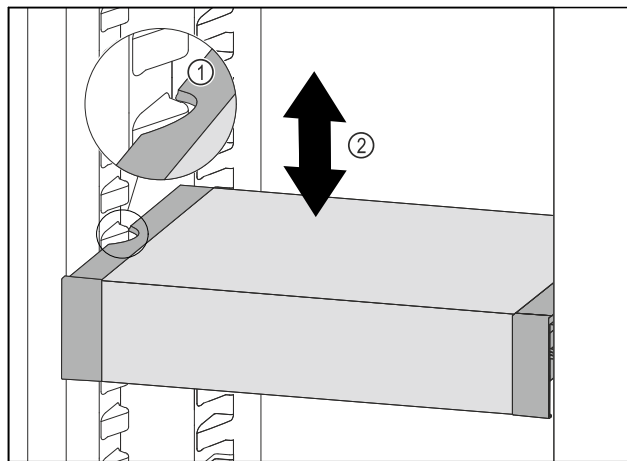

Fig. 155
- ▶ Táhněte VarioSafe dopředu, dokud nebudou boční vybrání VarioSafe na úrovni žebrování na nádoby v chladničce. Fig. 155 (1)
- ▶ Posouvejte VarioSafe v chladničce nahoru nebo dolů, dokud nedosáhnete požadované výšky. Fig. 155 (2)